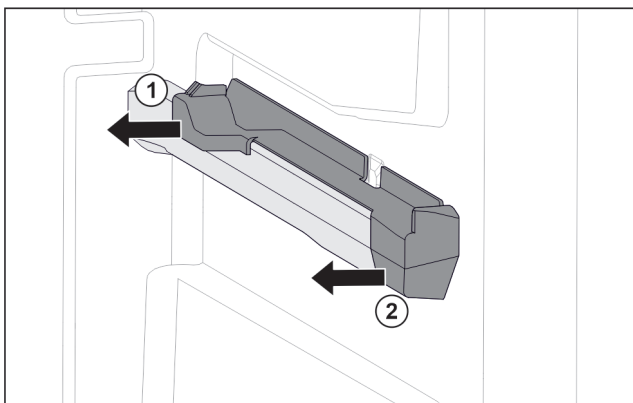

Fig. 77 Påsætningsdel på den højre beholderrist
- Træk den bageste del af påsætningsdelen af og til siden. Fig. 77 (1)
- Træk den forreste del af påsætningsdelen af og til siden. Fig. 77 (2)